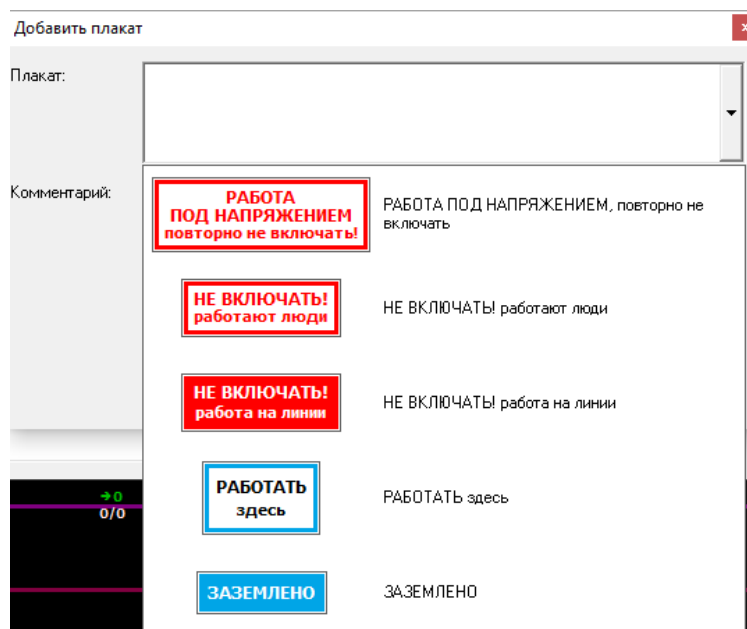

Рисунок 68 – Список плакатов для установки.
Для того чтобы установить новый плакат нужно нажать кнопку «Добавить» (1). Функция «Добавить» (1) позволяет выбрать плакат из списка доступных и оставить комментарий к нему (рисунок 68). Плакаты можно устанавливать только на линию без напряжения.